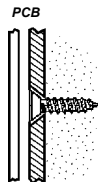

Figure 1: Position de la vis de montage
- Montez le couvercle arrière de l'émetteur sur le mur en utilisant deux vis. Employez ISO 7050 (ST3.5 x 22) ou noyez de façon similaire la vis afin que la tête de la vis ne touche pas le PCB – voir Figure 1.